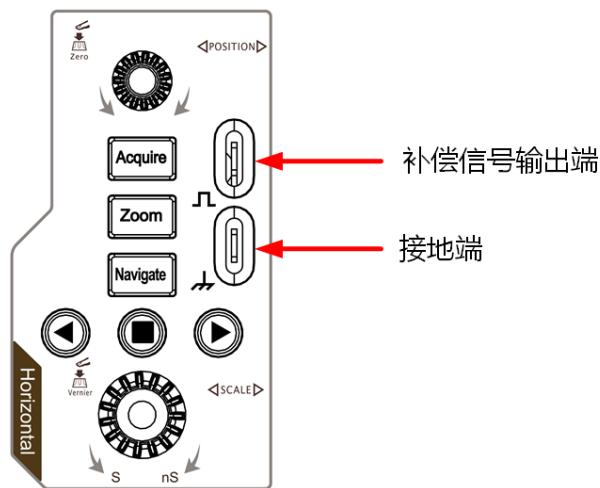

图 4.13 补偿信号
- 将探头的接地鳄鱼夹连接至图 4.13 所示的“接地端”。
- 使用探头连接示波器的通道 1 (CH1) 输入端和图 4.13 所示的“补偿信号输出端”。